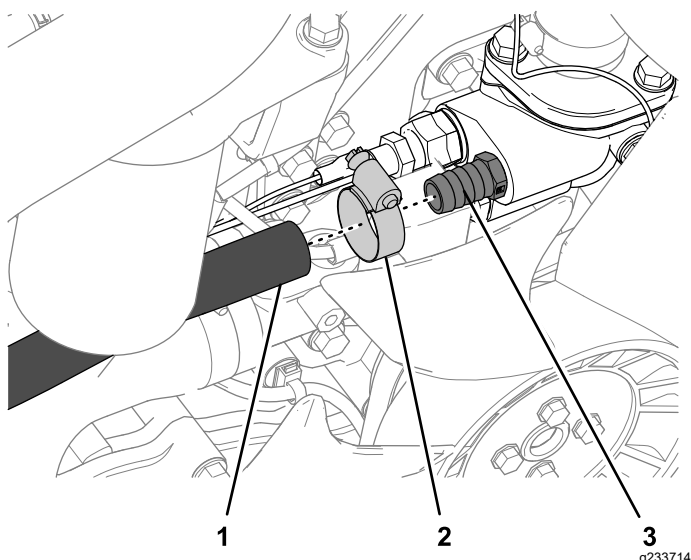

Figura 27
2. Coloque la abrazadera sobre el extremo de la manguera (Figura 27).
3. Inserte el acoplamiento recto en la manguera y sujételo con la abrazadera ($\frac{1}{2}$ " a $1\frac{1}{4}$ "), como se muestra en la Figura 27.